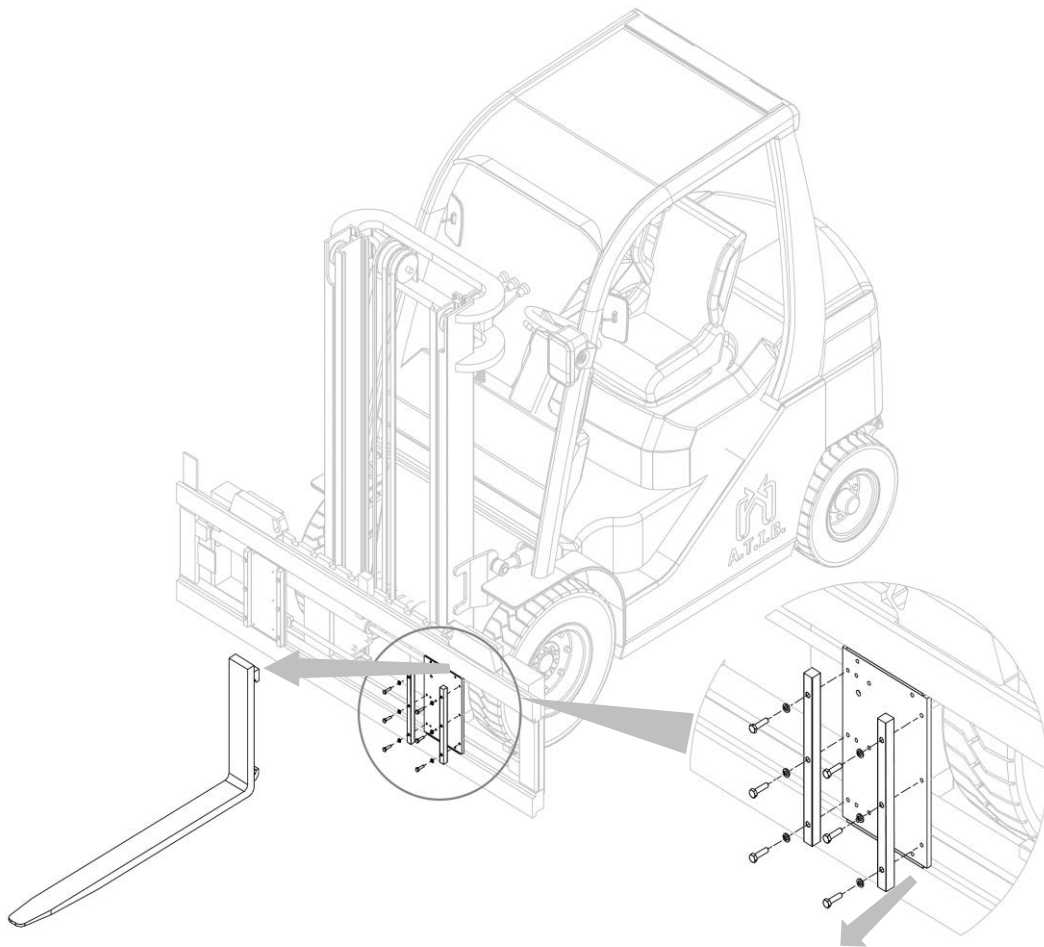

Figura 16
2. Retire las horquillas después de desatornillar los toques de las placas (mira *Figura 16*).